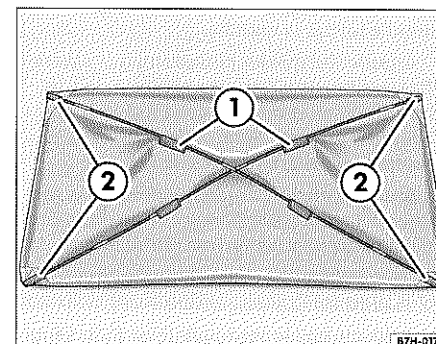

Fig. 30 Cubreventanas armado del parabrisas
- Introduzca las varillas de fibra de vidrio en diagonal por los manguitos de tela ⇒ fig. 30 ① previstos en el reverso de la tela.
- Introduzca un extremo de una de las varillas en una esquina ②.
- De igual forma, introduzca el otro extremo de la varilla en la esquina opuesta ②. Para ello es necesario doblar un poco la varilla ⇒ △ en "Piezas de los cubreventanas del parabrisas y las ventanillas laterales", página 42.